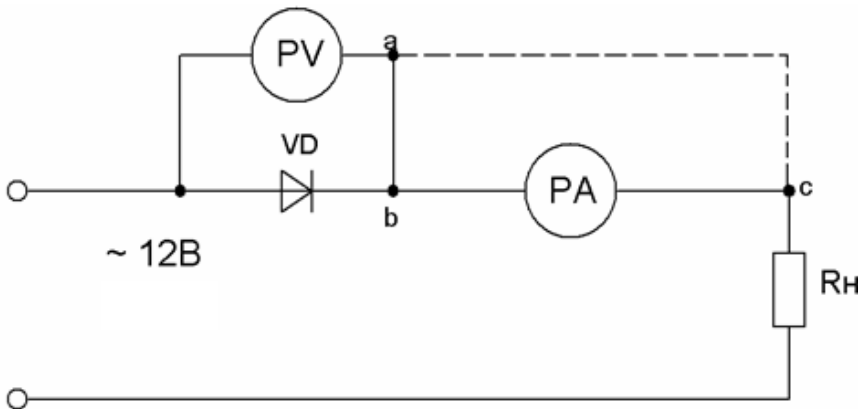

Рисунок 1.3 – Принципова електрична схема для ВАН діода
- зібрати схему, рисунок 1.3, з живленням від споживача постійного струму, підключити діод, послідовно з ним опір $R_n = 300 \text{ Ом}$ та необхідні універсальні багатограничні прилади;